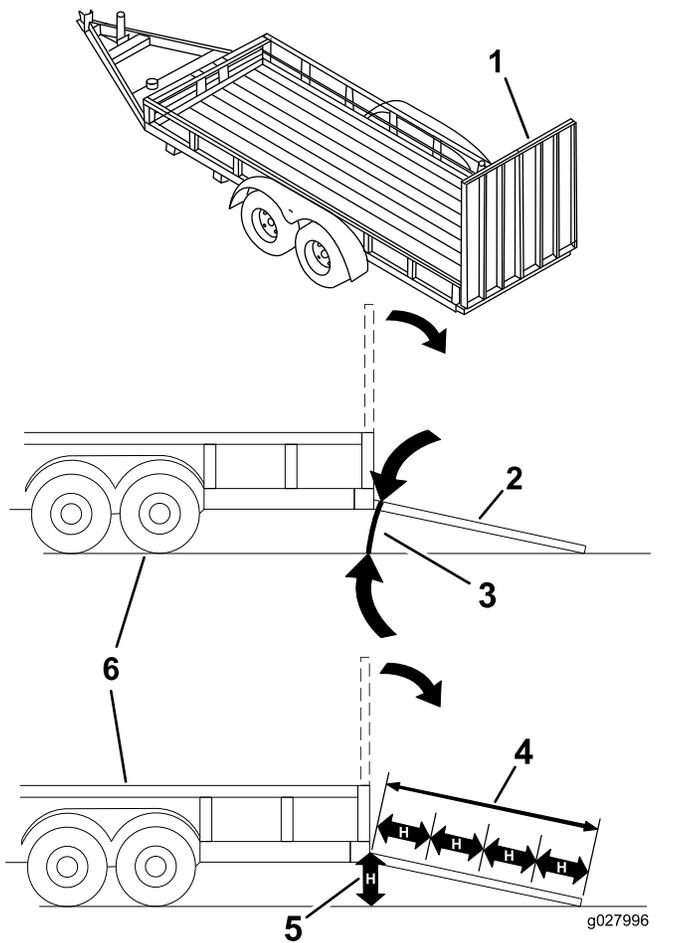

Figura 30
**Quando si carica la macchina su un trailer o un autocarro si aumenta il rischio di ribaltamento, che può causare gravi ferite ed anche la morte (Figura 30).**
1. Abbassate la rampa, assicurandovi che l'angolazione tra la rampa e il terreno non superi 15 gradi (Figura 30).